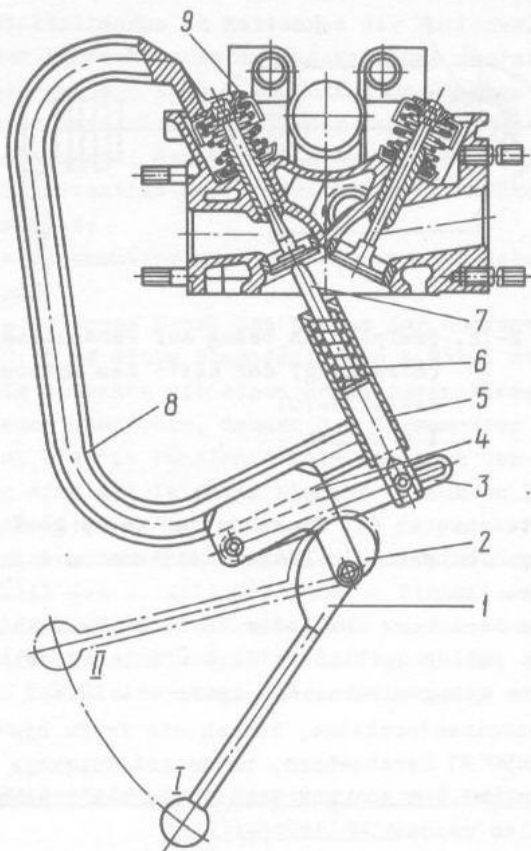

Bild 2-73. Ventilausbauvorrichtung 9680-2449:
- mit Benutzung der Ausbauvorrichtung 9680-2449 die Ventile absetzen (Bild 2-73), wozu folgendes nötig ist: